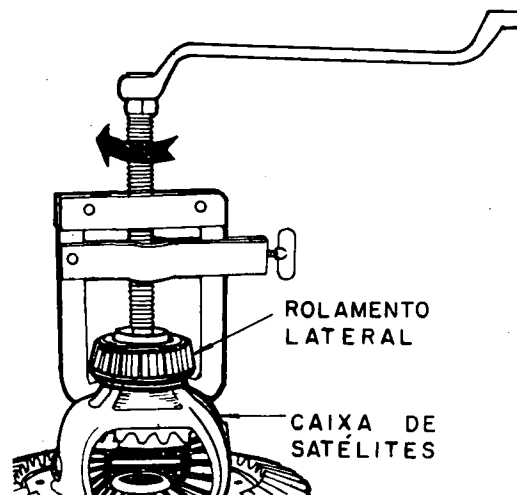

Fig. 2
- f Extraia os rolamentos cônicos do diferencial da caixa, com um extrator (fig. 2).